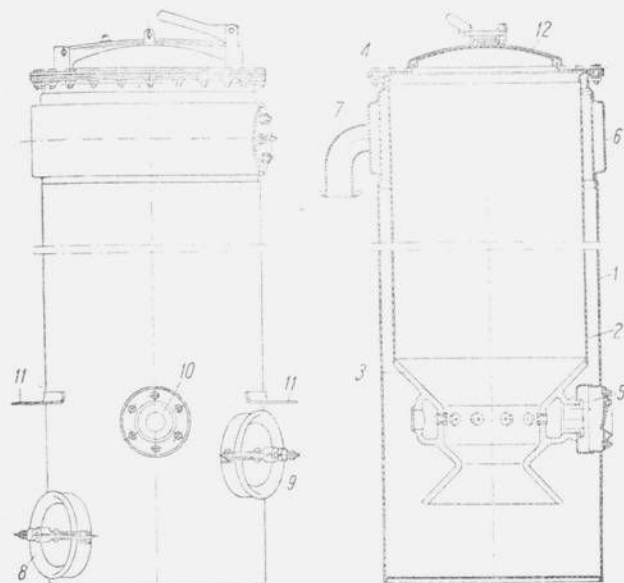

Рис. 13: Газогенератор ГАЗ-42:
**Газогенератор** (рис. 13) состоит из наружного кожуха 1 и бункера 2 с приваренным топливником 3. Газогенератор имеет полный подогрев топлива. Бункер газогенератора изготовлен из листовой